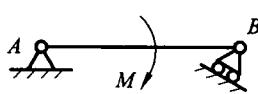

图 2.3
12. 试根据“力偶只能与另一力偶相平衡”的性质, 判定图 2.3 中固定铰链支座 A 对梁的约束反力的方向。